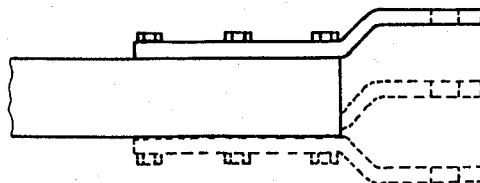

Fig. 2
- 1) Lossa slangarna vid rullbordets kippcylinder, se bild 2.